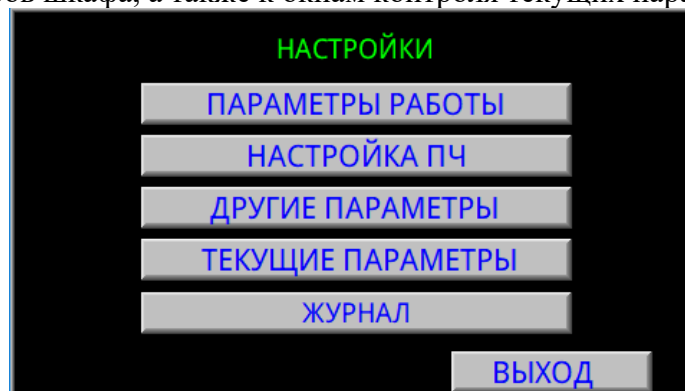

Рисунок 2 Окно «НАСТРОЙКИ»
2.2.3. В окне «НАСТРОЙКИ» (Рисунок 2) расположены кнопки для перехода к настройкам рабочих параметров шкафа, а также к окнам контроля текущих параметров.